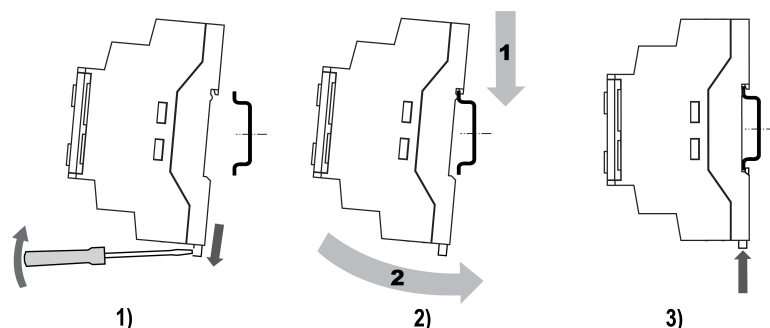

Рисунок 6.2 – Монтаж и демонтаж прибора
2. Вставив отвертку в проушину, оттянуть защелку (см. рисунок 6.2, 1).
3. Прижать прибор к DIN-рейке (см. рисунок 6.2, 2). Отверткой вернуть защелку в исходное положение (см. рисунок 6.2, 3).